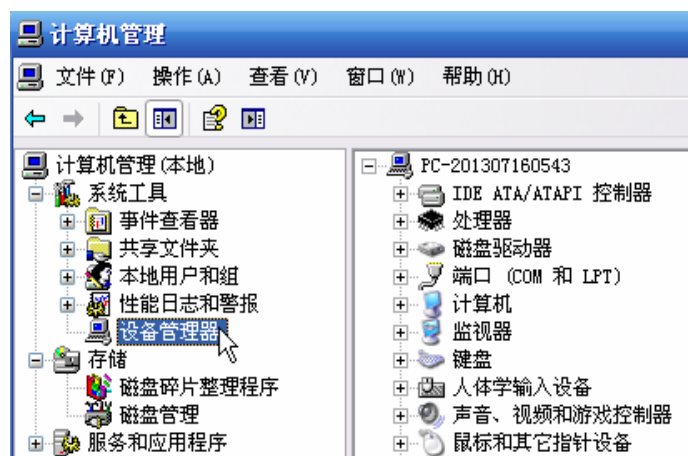

图 3.4 选择“设备管理器”项
3. 在弹出的“计算机管理”对话框中单击树控件中的“设备管理器”项，如图 3.4所示。